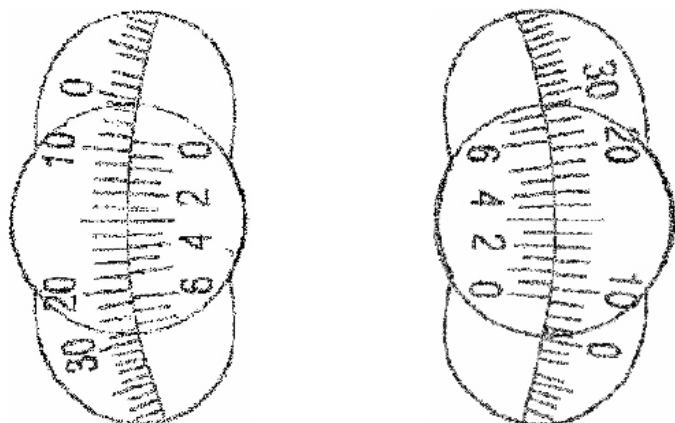

Fig.2
Normalerweise sind der Polarisator und der Analysator derart positioniert, dass ihre Polarisierungsebenen parallel oder senkrecht zueinander ausgerichtet sind. Bei Abwesenheit von Proben im Polarimeter-Rohr muss das dreifache optische Feld bei paralleler Positionierung gleichmäßig hell (Abb. 2c), und bei senkrechter Positionierung gleichmäßig dunkel sein. Für die Einstellung des Systems ist es ausreichend, den Drehknopf (8) für die Einstellung der Skala (7) und den Polarisationsanalysator (5) zu drehen, bis alle drei Felder dieselbe Leuchtintensität wie in Abb. 2 dargestellt erreichen.
Den Drehknopf für die Einstellung der Skala drehen bis die Lichtintensität des optischen Feldes (Dunkelfeld) einheitlich angepasst ist. An dieser Stelle wurde der Analysator um einen Winkel gedreht, der dem Winkel entspricht, mit dem die Flüssigkeitsprobe die Polarisierungsebene des polarisierten Lichts gedreht hat. Der Winkel dieser Drehung kann mithilfe der vorne an der Feineinstellung montierten Vergrößerungslinsen gelesen werden(see Fig.2).